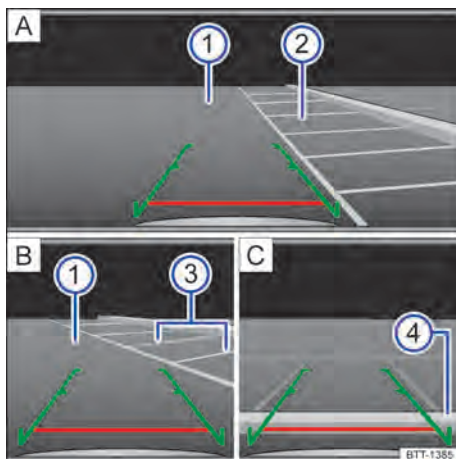

Fig. 117 Visualización de la pantalla del sistema de radio: estacionar con la cámara de marcha atrás.
Legenda para fig. 117:
- Colocar el vehículo delante de la plaza de estacionamiento → fig. 117 ② A.
- Conducir hacia atrás lentamente y maniobrar de modo que las guías verdes laterales conduzcan entre las líneas de delimitación de la plaza de estacionamiento seleccionado ② A. ▶
- Alinear el vehículo en la plaza de estacionamiento seleccionada de modo que las guías verdes laterales queden sobre las líneas de límite lateral ③ B.
- Detener el vehículo cuando la línea roja alcance el límite trasero ④ C.